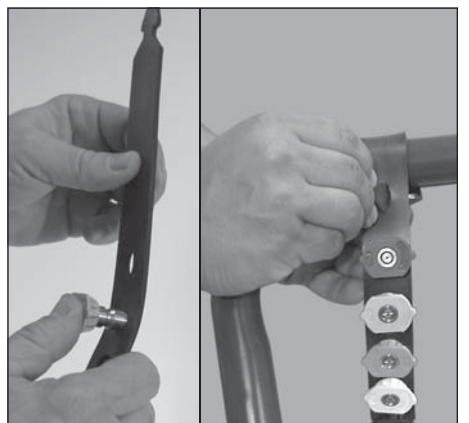

Figura 9 - Inserte las boquillas de pulverización en el soporte de caucho
7. Instale las boquillas de conexión rápida en el soporte para boquillas y sujételo al mango de la lavadora a presión (vea la Figura 9).